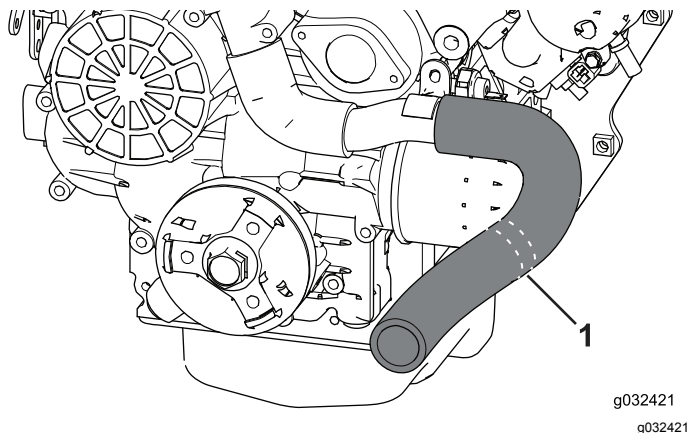

Рисунок 12
1. Найдите и снимите шланг радиатора (Рисунок 12).
2. Перережьте шланг радиатора по линиям отреза с помощью режущего инструмента (Рисунок 12).